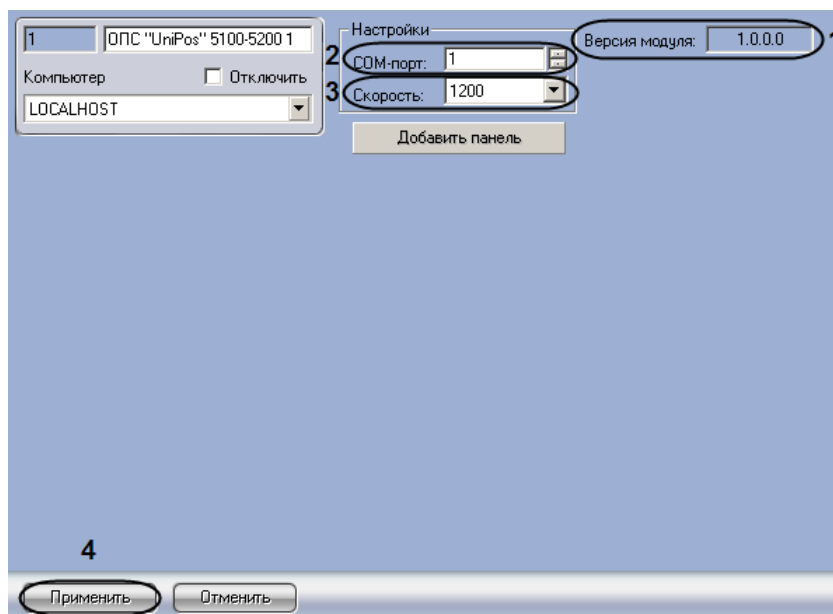

Рис. 3.2—2 Панель настроек объекта ОПС «UniPos» 5100-5200
Примечание. В поле **Версия модуля** отображается текущая версия модуля интеграции ОПС Unipos 5100-5200 (см. Рис. 3.2—2, 1).
2. В поле **COM-порт** установить с помощью кнопок **вверх-вниз** номер COM-порта, через который будет установлена связь с Сервером *Интеллект* (см. Рис. 3.2—2, 2).